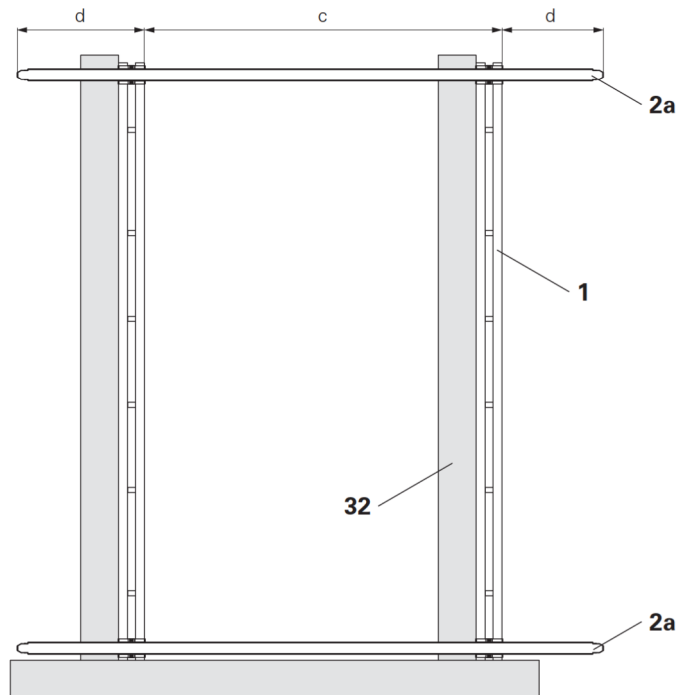

Fig. B2.01
1. Allineare il corrente piattaforma BR (**1**) lungo le assi di fermo (**32**). I fori esterni sono in basso. (Fig. B2.01 + B2.02)
La sporgenza d è uguale su entrambi i lati. (Fig. B2.01)